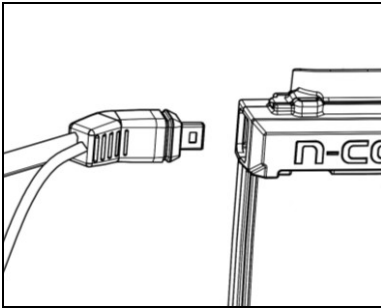

Abb. 5
- Schließen Sie den linken Kabelsatz ans Gegenstück an, wie auf der Abbildung (Abb. 5) dargestellt.